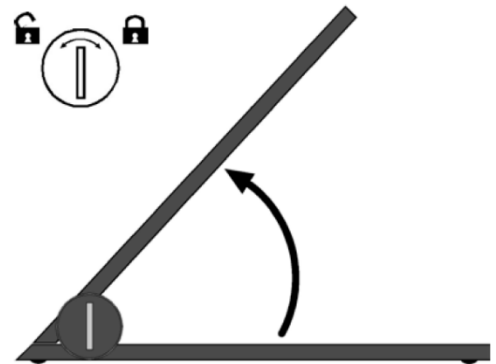

Abb. 1: Tischständer aufrichten
- ▶ Setzen Sie eine Unterputzdose an der Wand, wo das Gerät positioniert werden soll (Abb. 1).
- ▶ Fixieren Sie die Stellung durch Festziehen der Rändelschraube mit der Hand. Beachten Sie die Drehrichtung (siehe Typenschild). (Abb. 1).